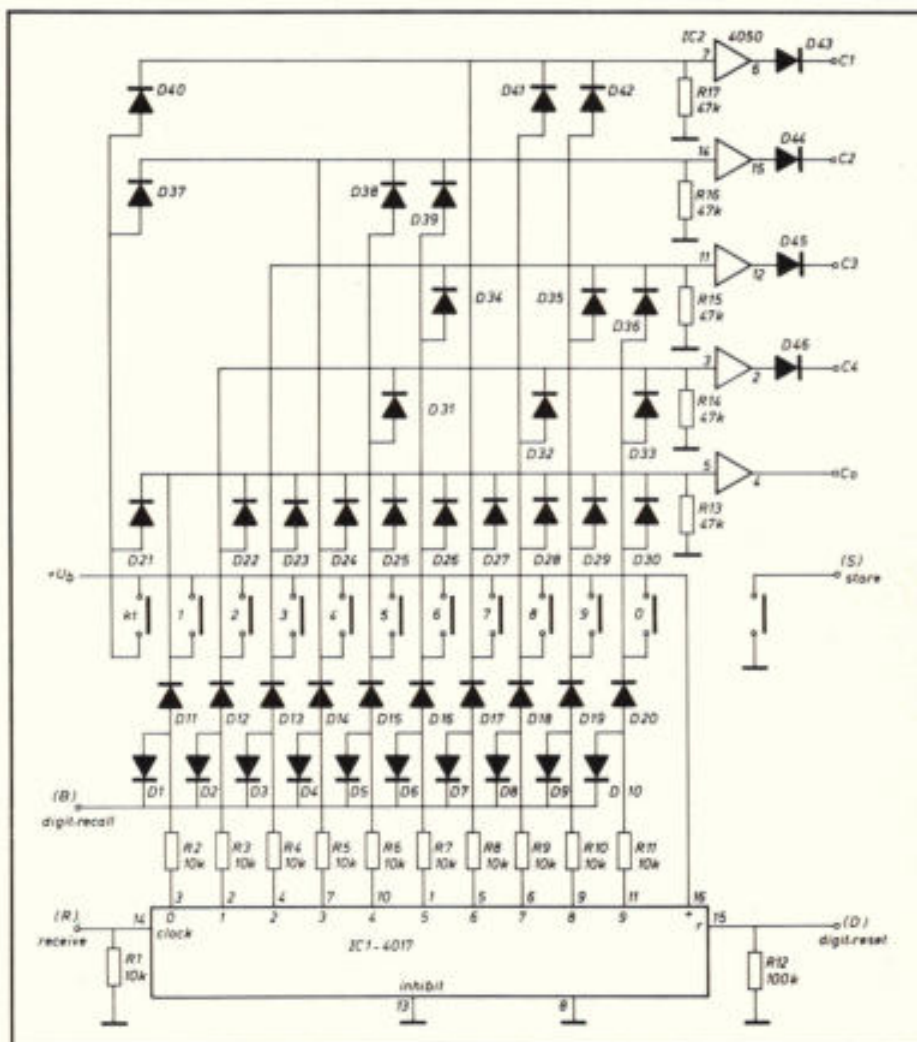

Fig. 5. Het complete schakelschema van het toetsenbord en digit select systeem.
dioden D_x en D_y zijn sturisdioden voor de logica die nodig is om een bepaald cijfer kenbaar te maken op de ingang van het geheugen-IC. Zie hiervoor ook fig. 5.
Fig. 5 geeft het complete beproefde schakelschema van het toetsenbord en digit selectsystem. IC1 stelt hier het CMOS IC type 4017 voor. De klok wordt gestuurd met het receive-sigitaal vanuit het cyclussysteem (R). Na aanvang van activatie van de TAK zal eerst een digit-reset komen vanuit het cyclussysteem (D). Daardoor wordt IC1 in fig. 5 gereset zodat de nul-uitgang een logisch niveau voert. We zien in fig. 5 ook de digit-recalllijn die is verbonden met punt B van het cyclussysteem. Dit is de rail die overeenkomt met de werking van de schakeling volgens fig. 3. Omdat de geheugensturing vanuit IC1 in fig. 5 overeenkomt met de toetsenbord-sturing is bij dit circuit ook gelijk het toetsenbord aangebracht. KT stelt in dit geval de kleestoon programmering voor en de cijfers 1 tot en met 0 corresponderen met de kiesschijf. Uit fig. 5 blijkt onmiddellijk dat de cijfercodering voor het eigenlijk telefoneren overeenkomt met de codering die gebruikt wordt voor het selecteren van een bepaalde geheugenlocatie. Achter de diode-matrix zijn de weerstanden R13 tot en met R17 geplaatst om het geheel niet zwevend te houden. Verder is een buffer IC2 aangebracht conform de schakeling van fig. 4. Daarvoor is een
CMOS IC type 4050 genomen. In fig. 5 is te zien dat de uitgangen zijn gecodeerd als C1...C4 overeenkomstig de sturing van het geheugen- en kies-IC, zoals het in het vorige deel van de serie is besproken. C0 vormt in fig. 5 de common-line, die de ingang van het geheugen IC op punt 6 stuurt. Tot slot is in fig. 5 te zien dat ook een store-toets is aangebracht. In dit geval vervult deze niet hier een functie, maar op de schakeling zoals deze is besproken in het vorige deel van het dialer-circuit en memory-system. Uit praktische overwegingen zit deze store-toets echter op de print van de andere toetsen. Daarbij moet worden opgemerkt dat alle apart besproken schakelcircuits steeds op een afzonderlijke print zaten.